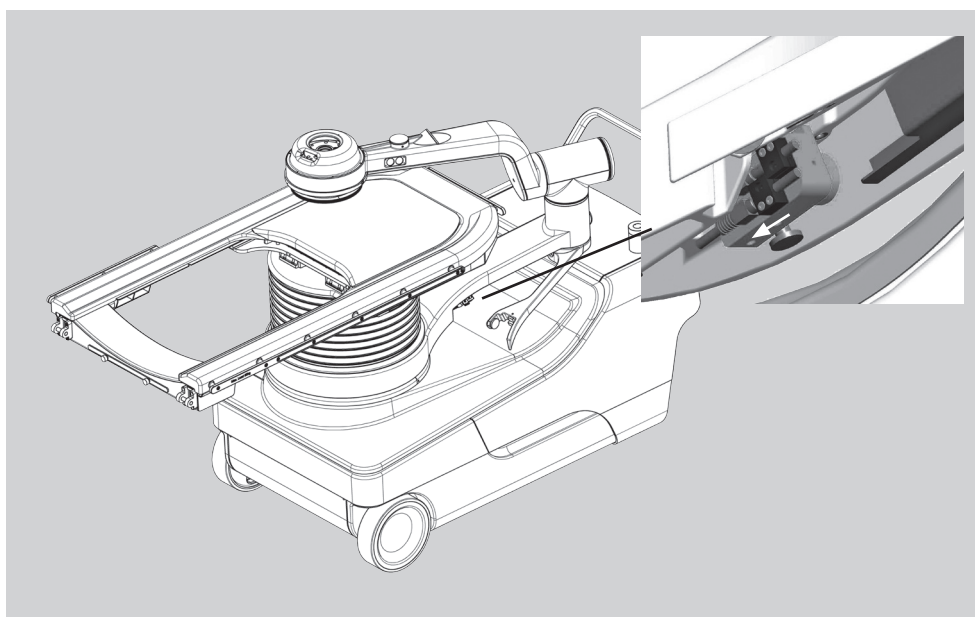

Рисунок 9-1 Разблокирование рычага терапевтической головки
- Чтобы разблокировать терапевтическую руку, потяните штифт на нижней стороне крепления терапевтической руки и нажмите на крепление в направлении модуля гидравлики (рис. 9-1).
- Поверните терапевтическую головку в транспортное положение, как показано на рис. 9-1 и закрепите её транспортным ремнём.